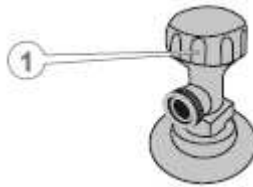

Рисунок 6
3.3.5 Відкрийте подачу газу на газовому балоні, повернувши вентиль газового балона (1) у напрямку стрілки на вентилі (протилежному руху годинникової стрілки, див. рисунок 4б і рисунок 6).